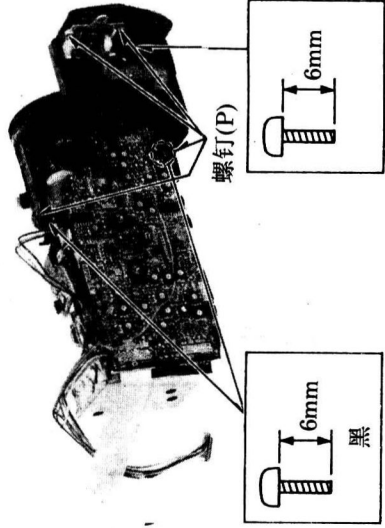
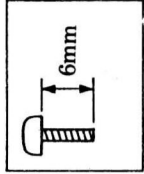

图 21
图 22
- 步骤: ① 卸下3个螺钉(P);
- ② 取下AWT传感器支架, 如图21所示。
- 步骤: ① 卸下自动聚焦和处理电路板上的6个螺钉(Q);
- ② 断开处理电路板上的连接器 B3202 和 B3201;
- ③ 卸下自动聚焦和处理电路板, 如图22所示。